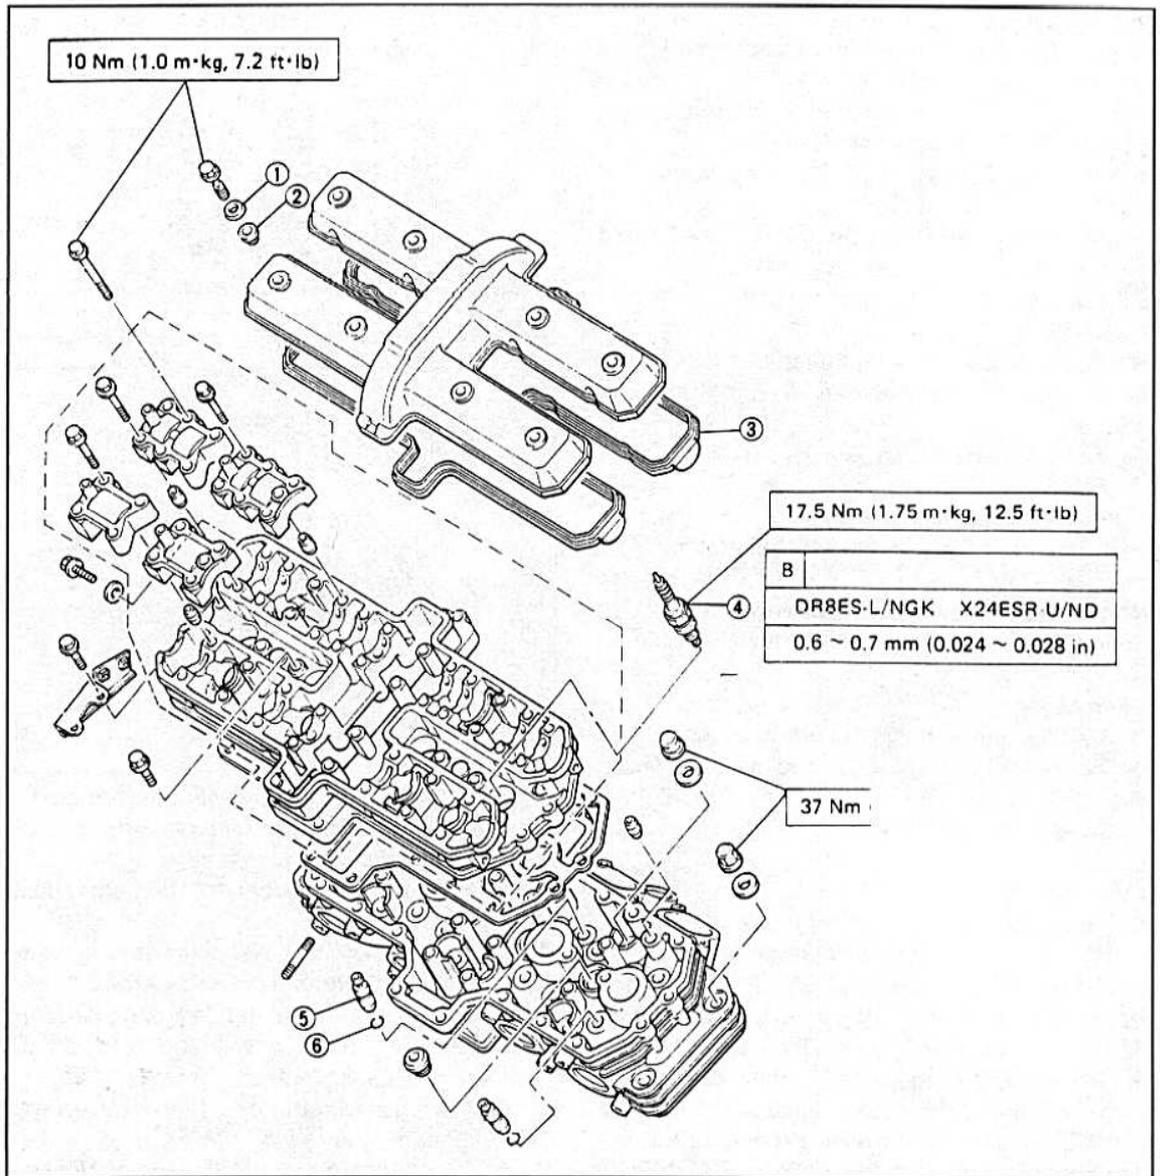

Bild 148
- Die Spannschrauben Zylinderkopf/Nockenwellengehäuse entfernen. Zylinderkopf einbauen (Bild 148):